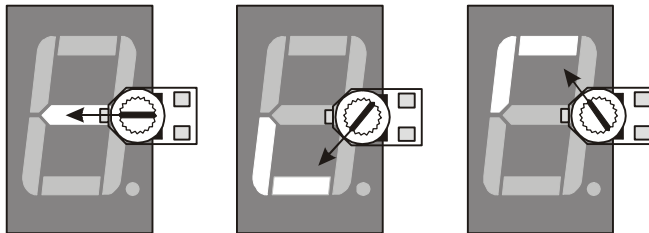

Figura 6-17
2. Modificate DialDisplay.bs2 dell'Esercizio #4 così che faccia comportare il display LED a 7-segmenti come mostrato in Figura 6-17. L'immagine sulla sinistra mostra come dovrebbe accendersi il display LED a 7-segmenti quando il Potenzimetro è al centro, con acceso solamente il segmento G. L'immagine di centro della Figura 6-17 mostra accesi i segmenti E e D. Come il Potenzimetro viene ruotato in senso antiorario, i segmenti E, D, e C si accendono in sequenza. L'immagine di destra della Figura 6-17 mostra la manopola del Potenzimetro ruotata in senso orario dalla posizione centrale con i segmenti F ed A accesi. Quando la manopola del Potenzimetro viene ruotata in senso orario (dalla posizione centrale), si dovranno accendere in sequenza i segmenti F, A, e B.